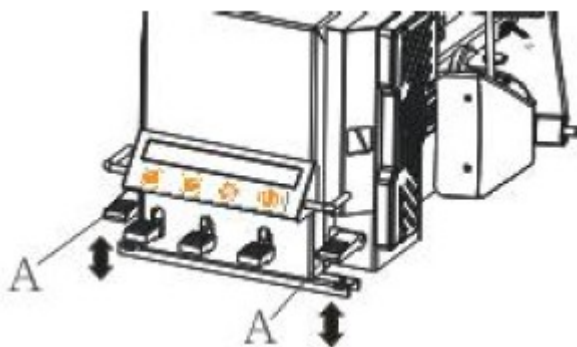

Рис. 19
- Нажмите на педаль вращения стола А (рис. 19), поверните диск по часовой стрелке до тех пор, пока крышка не сойдёт с диска колеса.
> Если требуется прекратить процесс демонтажа, следует остановить вращение поворотного стола, отпустить педаль (рис. 19), повернуть стол против часовой стрелки.